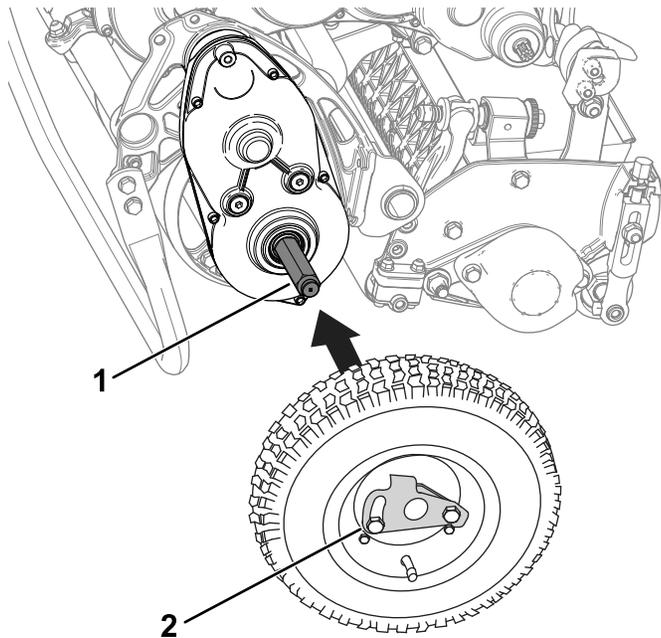

図 21
- アクスルに車輪を取り付ける **図 21**。
3. ロッキングクリップ **図 21** を開き、タイヤを奥に押し込む。